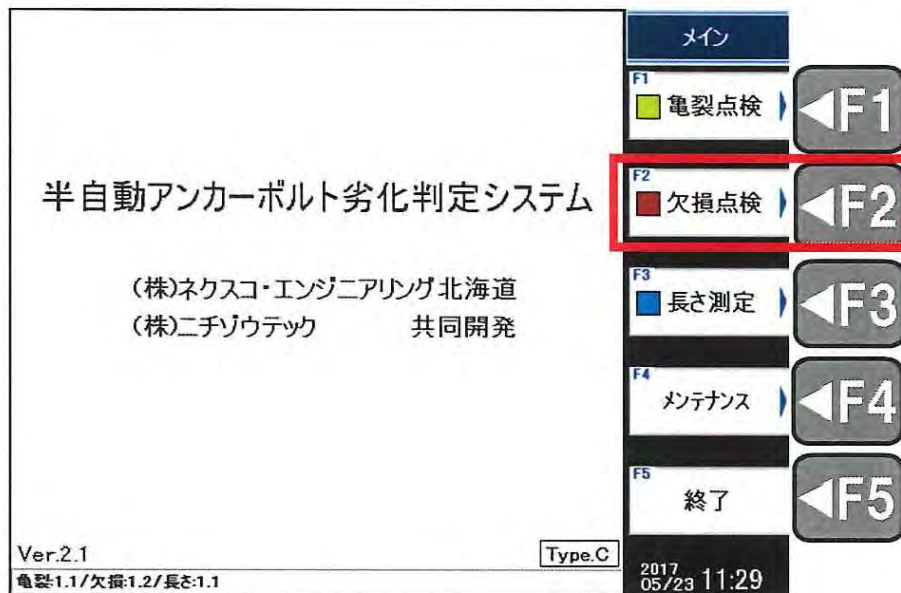

図 3.1 システムのメイン画面
(1) アンカーボルト欠損点検システムを作動させます。
- ① 電源の投入
- ② メイン画面の F2 キー「欠損点検」(図3.1)を押します。